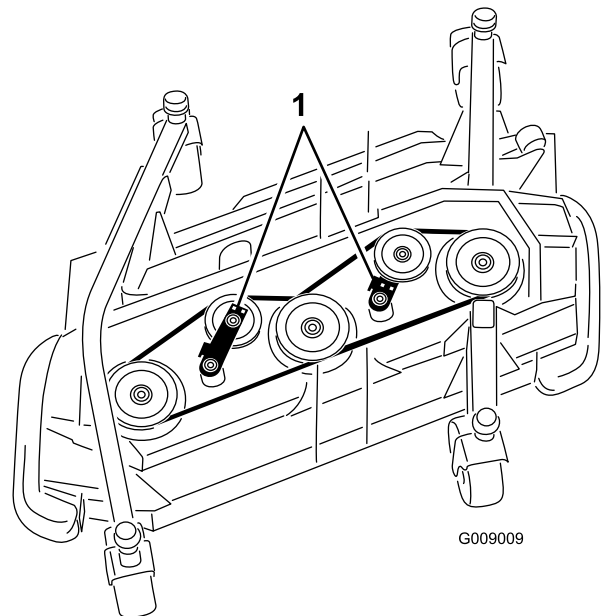

Bild 130
5. Schieben Sie die Spannscheibe mit einem Schraubenschlüssel oder einem ähnlichen Werkzeug vom Treibriemen und lassen Sie den Riemen von der Getriebespannscheibe rutschen (**Bild 130**).